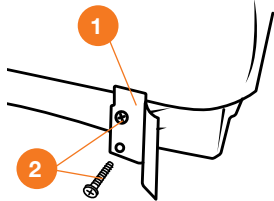

Рис. 4
- На защитный кожух установите подрезной нож **1** и закрепите его двумя саморезами **2**, снимите с ножа защитную накладку и убедитесь в том, что нож обрезает леску при ее избытке во время вращения катушки на необходимую длину иначе леска создаст дополнительную нагрузку на двигатель (Рис. 4).